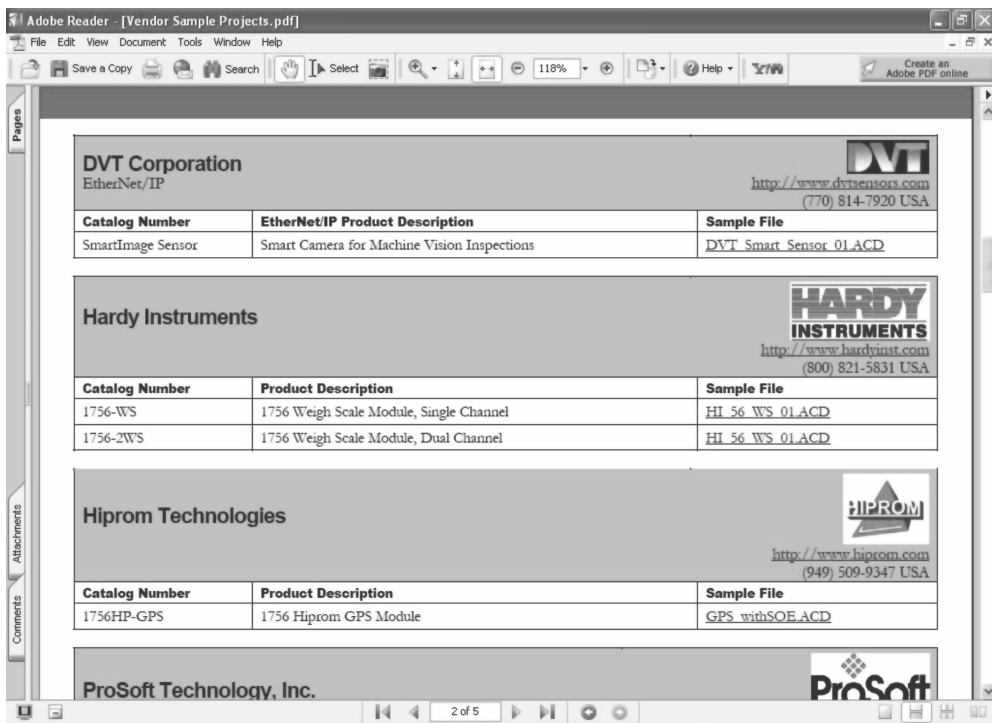

图 5-6 供应商示例项目
1. 在“帮助”（Help）下拉菜单中选择“供应商示例项目”（Vendor Sample Projects）。Adobe Acrobat 查看器将打开并显示多个第三方模块，从而允许查看并重复使用 RSLogix 5000 的示例程序，如图 5-6 所示。